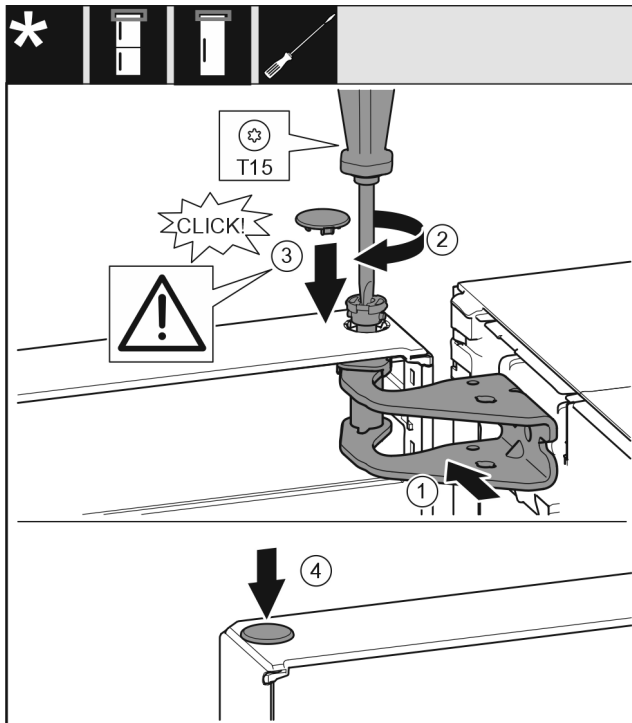

Fig. 15
- ▶ Dvere hore vyrovnajte s otvorom v ložiskovej konzole. Fig. 15 (1)
- ▶ Vložte čap a pevne ho priskrutkujte skrutkovačom T15. Fig. 15 (2)
- ▶ Namontujte poistný kryt pre poistku dverí: nasadíte poistný kryt a skontrolujte, či prilieha ku dverám. Inak čap vložte úplne. Fig. 15 (3)
- ▶ Nasadíte zátku. Fig. 15 (4)